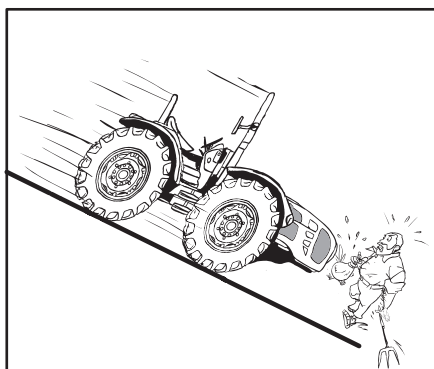

Fig. 2.24
- Mantenete una marcia innestata. Mai effettuare una discesa con la frizione disinnestata o il cambio in folle (Fig. 2.24).